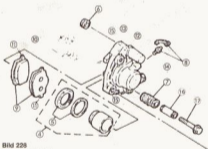

Bild 228
Detailskizze zu den Bauteilen 10 in Bild 228
- 2 Diese «Federzungen» drücken auf die «Nasen» der Bremsklötze (11 in Bild 228)
- Führungsschraube 17 in Bild 228 lösen (18 Nm) und ausbauen.
- Links und rechts von der Bremsscheibe liegen die Bremsklötze frei, lediglich vom feststehenden Teil des Bremssattels (13) und den Federn (10) gehalten. Bremsklötze dort abnehmen.
- Nach Ausbau des feststehenden Teils Gleitflächen reinigen und entscheiden, ob die Federn 10 in Bild 228 weiterverwendet werden können oder gegen neue ausgetauscht werden müssen.
- Feststehenden Teil des Bremsstatts mit eingesetzten Federn (10) am Gabelgleitrohr anbauen (35 Nm).